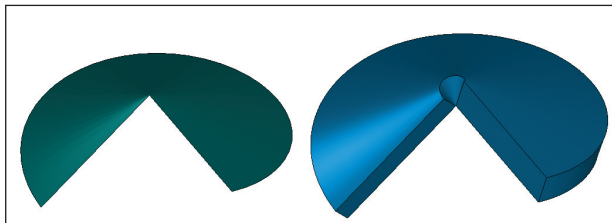

Рис. 11. Придание толщины поверхностям с полюсными точками
- появилась возможность задавать толщину для поверхностей с особыми (полюсными) точками (рис. 11);